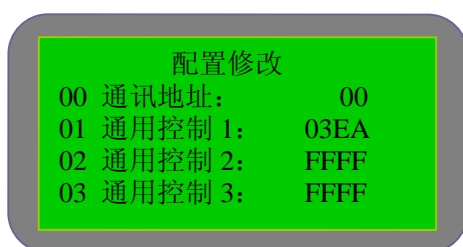

图 5-4-2
- 2) 配置：在“设置”中选择“配置”，进入图 5-4-2 所示界面，修改配置方法与修改定值相同，固化配置和密码为 8888。
- 3) 标变：在“设置”中选择“标变”，进入图 5-4-2 所示界面，可以对各项标变进行修改，修改方法与修改定值相同，固化标变的密码为 8888。